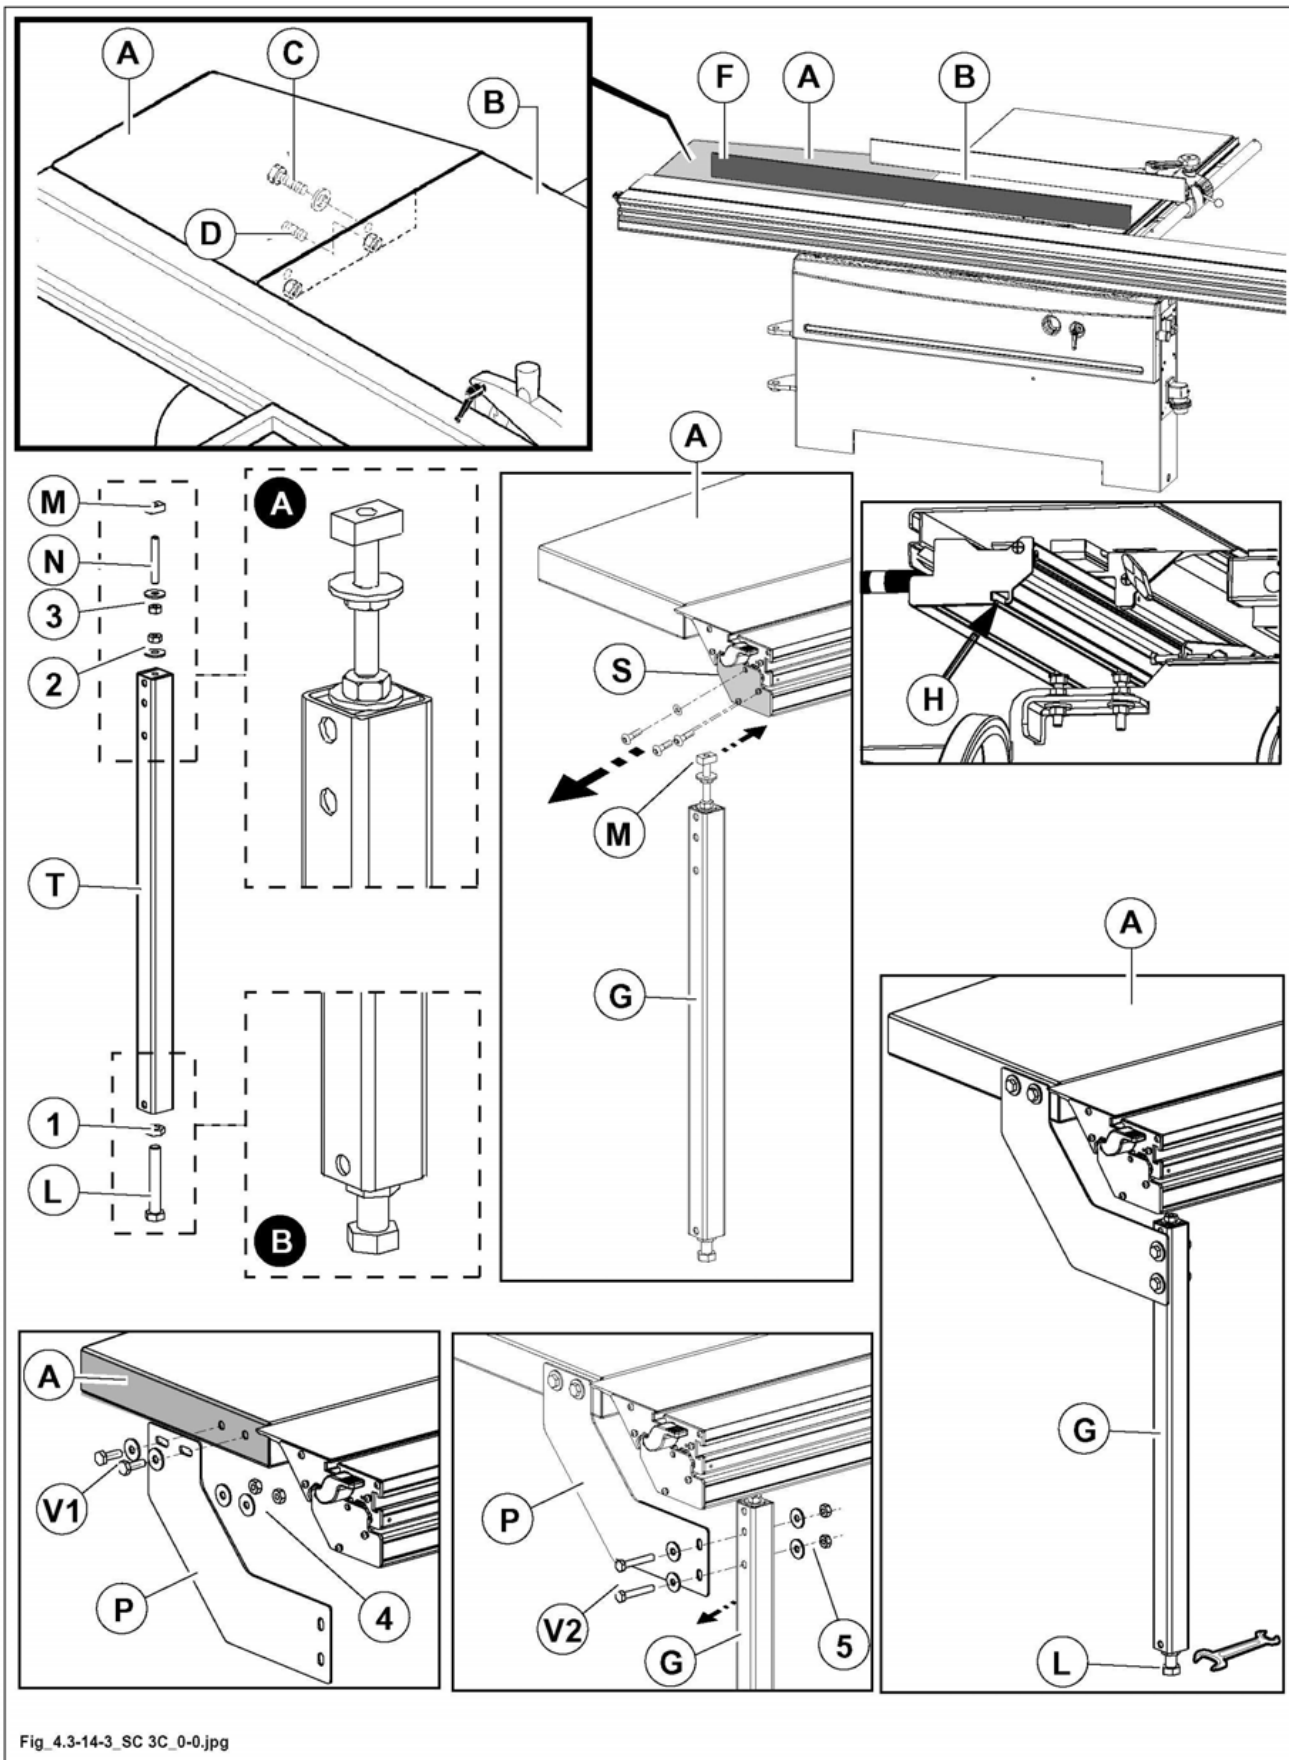

Abb. 4.3-14-3
- 6) An diesem Punkt das Bein (G Abb. 4.3-14-3) an der Schiene befestigen, indem man die Mutter und Unterlegscheibe (3 Abb. 4.3-11) anzieht.
- 7) Die Nivellierschraube (L Abb. 4.3-14-3) bei Bedarf drehen, um sie bis zum Aufliegen auf dem Boden zu bringen.
die Ausrichtung mit einer entsprechenden Schiene überprüfen (F fig. 4.3-14-3).